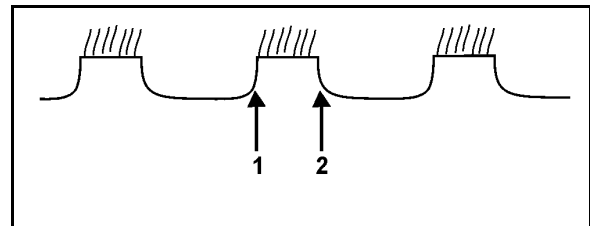

Fig. 44
- Stil 1. tallerkenrække mod venstre, og kontrollér igen (Fig. 44):